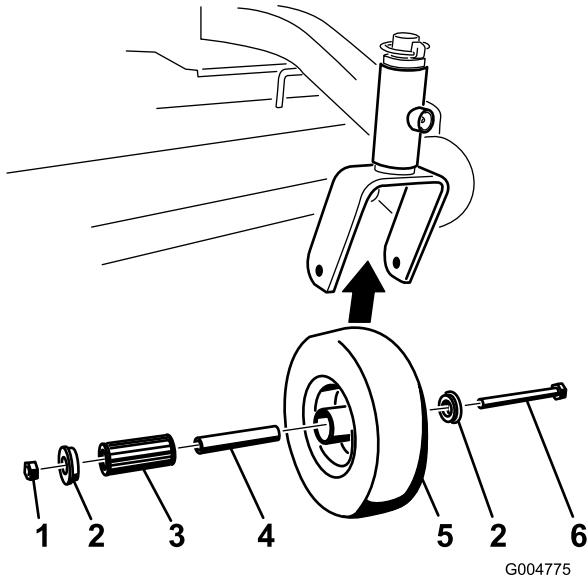

Figura 59
1. Retire la contratuerca y el perno que sujetan la rueda giratoria a la horquilla (Figura 59).
2. Retire un solo casquillo y tire del casquillo intermedio y del cojinete de rodillos para sacarlos del cubo de la rueda (Figura 59).
3. Retire el otro casquillo del cubo de la rueda y límpie la grasa y la suciedad del cubo de la rueda (Figura 59).
4. Inspeccione el cojinete de rodillos, los casquillos, el casquillo intermedio y el interior del cubo de la rueda para comprobar que no están desgastados. Cambie las piezas defectuosas o desgastadas (Figura 59).
5. Para montar el conjunto, coloque un casquillo en el cubo de la rueda. Engrase el cojinete de rodillos y el casquillo intermedio y deslícelos en el cubo de la rueda. Coloque el segundo casquillo en el cubo de la rueda (Figura 59).
6. Instale la rueda giratoria en la horquilla y fíjela con el perno y la contratuerca. Apriete la contratuerca hasta que el casquillo intermedio se apoye contra el interior de las horquillas de las ruedas giratorias (Figura 59).